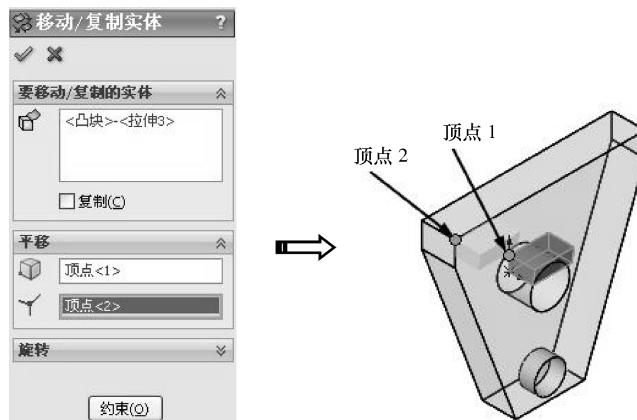

图 3-124 移动实体
- 03 插入的新零件在当前零件中只作为一个实体，可以在当前零件中移动。选择菜单栏中【插入】 | 【特征】 | 【移动/复制】命令，弹出【移动/复制实体】属性管理器，参数设置如图 3-124 所示，单击【确定】按钮，完成实体的移动。